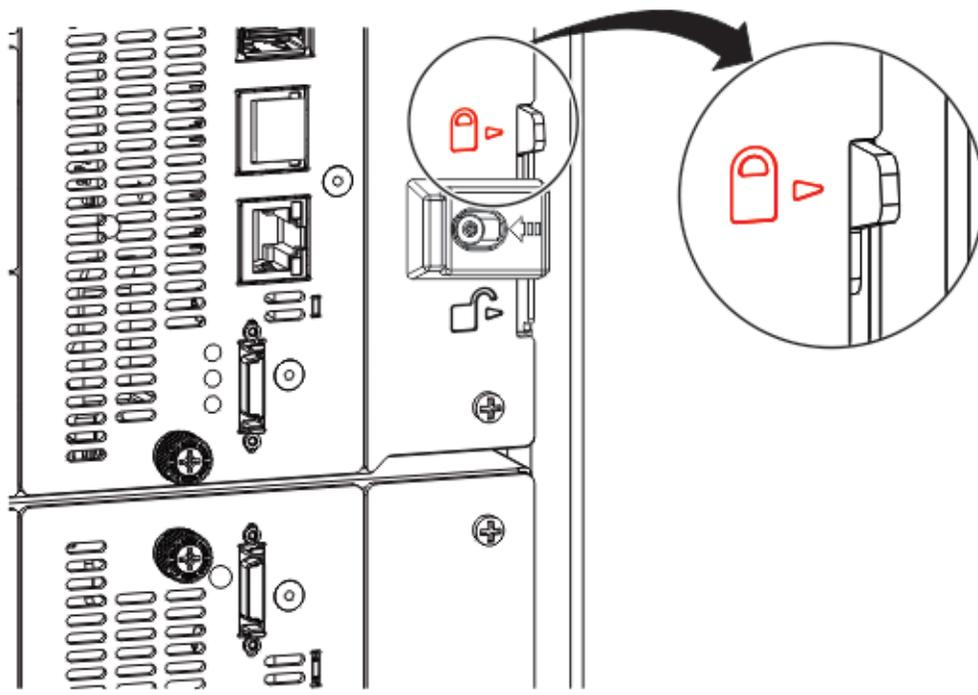

图 45. 对齐控制杆已锁定或咬合到下方模块
2. 在磁带库背面，从底部的一对模块开始，使每个模块与其下方的模块对齐。针对每一对模块，重复此操作。请参阅图 45。